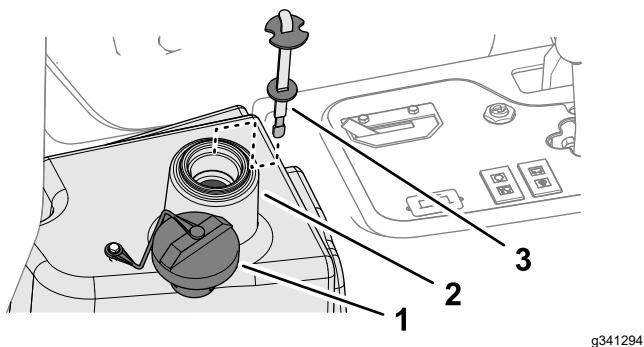

Рисунок 91
- Очистите зону вокруг заливной горловины и крышки гидравлического бака (Рисунок 91) и снимите крышку.